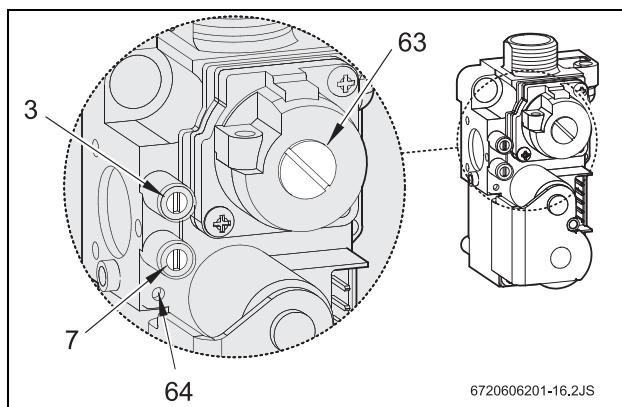

Fig. 25 Bloc de gaz
- ▶ Enlever le bouchon plombé de la vis de réglage gaz (63) (voir Fig. 25).
- ▶ Pour le gaz naturel: régler sur la consommation maximale au niveau de la vis de réglage du gaz (63) (Tab. 9).